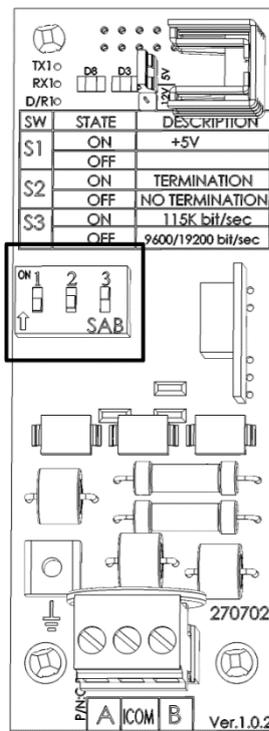
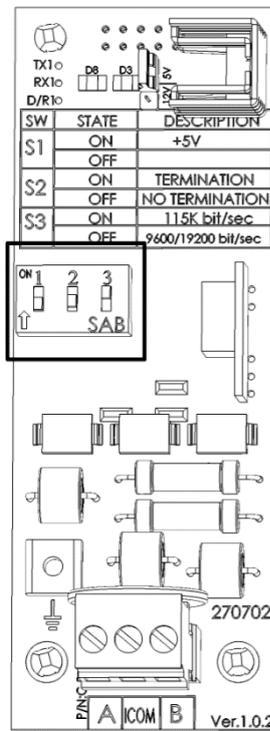

Figura 23: RS-485 5V ativado
Figura 24: RS-485 5V desativado
- Figura 23 e Figura 24 não mostram a configuração de dipswitch de terminação.